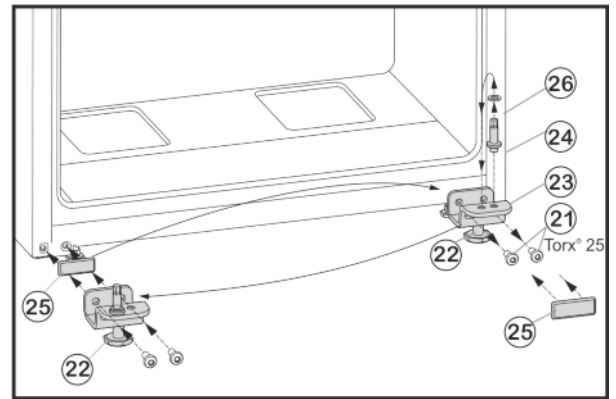

Fig. 6
- Befestigungsschrauben Fig. 6 (21) abschrauben.
- Lagerbock unten Fig. 6 (23) komplett mit Lagerbolzen Fig. 6 (24), Scheibe Fig. 6 (26) und Stellfuß Fig. 6 (22), abnehmen.
- Lagerbolzen Fig. 6 (24) komplett mit Scheibe Fig. 6 (26) abschrauben, in das gegenüberliegende Aufnahmeloch des Lagerbocks umsetzen und wieder festschrauben.
- Abdeckplatte Fig. 6 (25) vorsichtig abnehmen und auf die Gegenseite umsetzen.
- Lagerbock unten Fig. 6 (23) komplett mit Lagerbolzen Fig. 6 (24), Scheibe Fig. 6 (26) und Stellfuß Fig. 6 (22) auf der neuen Scharnierseite ggf. mit Hilfe eines Akkuschraubers **fest (mit 4 Nm)** wieder anschrauben.
- Untere Tür von oben auf Lagerbolzen Fig. 6 (24) aufsetzen.
- ▶ Stellfuß *Fig. 6 (22)* am Lagerbock unten *Fig. 6 (23)* herausdrehen, bis er auf dem Boden aufliegt.